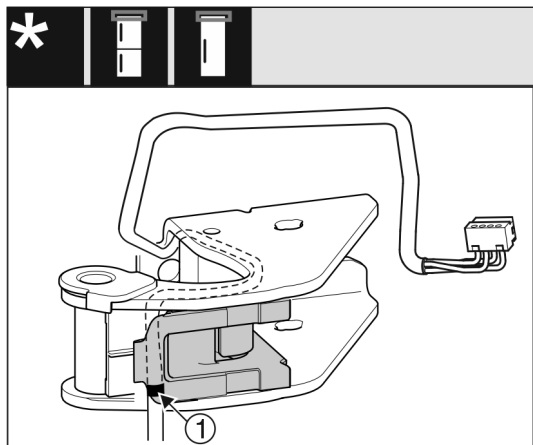

Fig. 19
- ▷ При това средната маркировка трябва да е върху ръба на кабелния държач Fig. 19 (1).